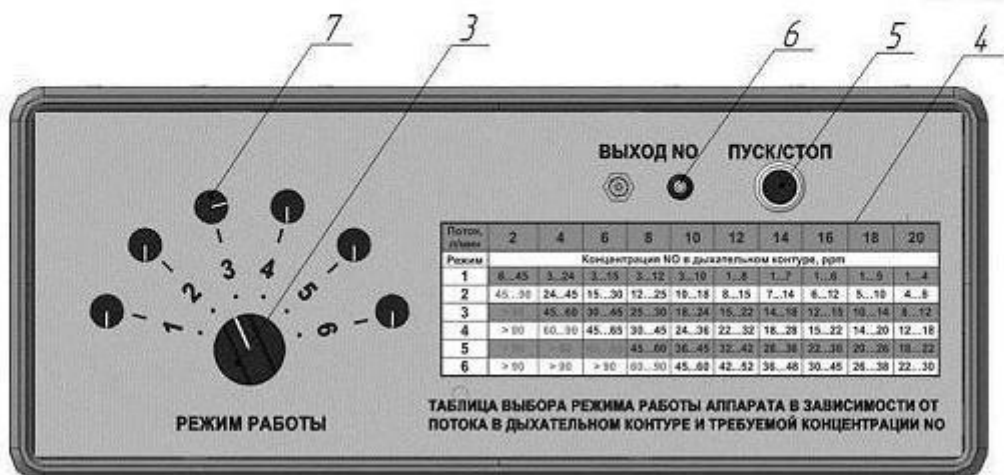

Рисунок 2.6 – Порядок включения аппарата
Установка режимов производится поворотом переключателя (поз. 3 на рис. 2.6) на одну из шести позиций. Номер позиции соответствует номеру режима. Напротив каждой позиции установлены ручки тонкой настройки. При помощи поворота ручек тонкой настройки (поз. 7 на рис. 2.6) производится точная регулировка концентрации NO в пределах диапазона соответствующего режима. Для увеличения концентрации NO ручку тонкой настройки нужно повернуть по часовой стрелке, для уменьшения концентрации – против часовой стрелки. После каждой смены режима или регулировки концентрации аппарату требуется время для выхода на установившийся режим. После выхода аппарата на установившийся режим показания концентрации NO на экране блока мониторинга должны стабилизироваться. Регулировка производится до тех пор, пока не будет достигнута требуемая концентрация NO в дыхательном контуре.
Включение аппарата осуществляется в следующей последовательности (см. рис. 2.6):
2.3.1.3 Переключатель «СЕТЬ» (поз. 1 на рис. 2.6) на электроблоке перевести в положение включено: «I». Должен загореться световой индикатор расположенный на кнопке.
2.3.1.4 Включить блок подачи воздуха (если терапия будет проводиться от него) переключателем «НАСОС» (поз. 2 на рис. 2.6) на боковой стенке блока.
2.3.2.1 Выключить генерацию NO нажатием кнопки (поз. 5 на рис. 2.6) «ПУСК/СТОП». Световой индикатор 6 должен погаснуть.
2.3.2.4 Переключатель (поз. 1 на рис. 2.6) на электроблоке перевести в положение выключено: «O».
При нормальной работе аппарата индикатор (поз.2 на рис. 2.6) на электроблоке и индикатор генерации NO (поз.6 на рис. 2.6) должны гореть. В колбочке (поз. 12 рис. 2.3) влагоотделителя уровень жидкости должен быть не более 10 мл (ниже отметки 10 ml на колбочке). При превышении уровня жидкость необходимо слить.